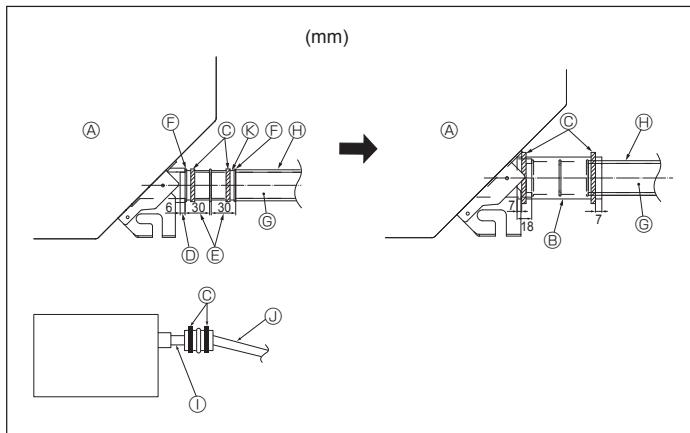

Fig. 5-2
1. Collegare il manicottero di drenaggio (fornito con l'unità) all'apertura di drenaggio. (Fig. 5-2)